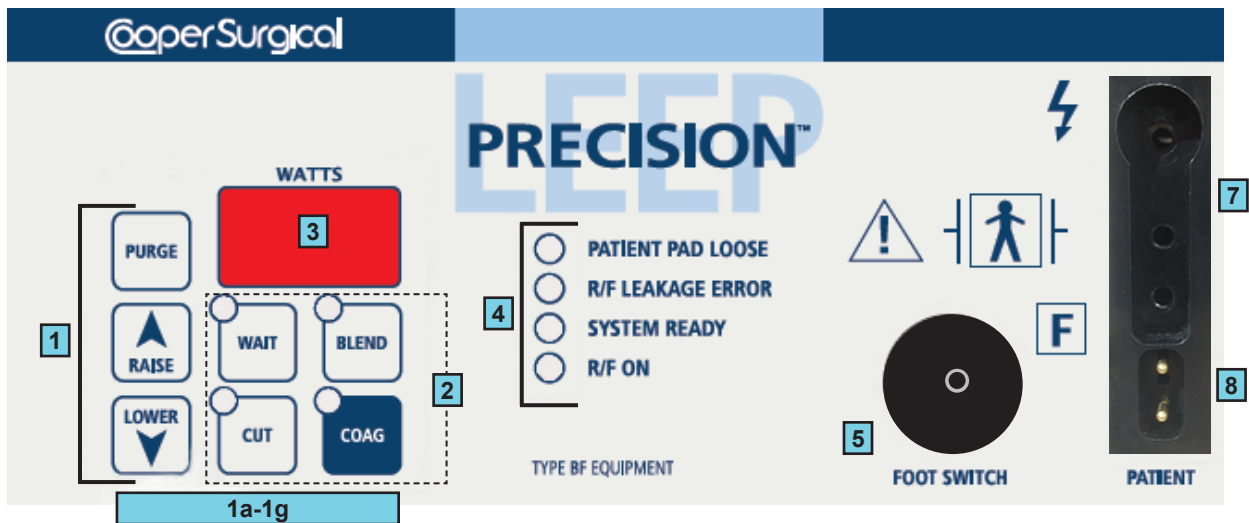

Figura 6. Panel frontal
**NOTA:** los números presentados con cuadros azules se refieren a los componentes mostrados en la figura 6.